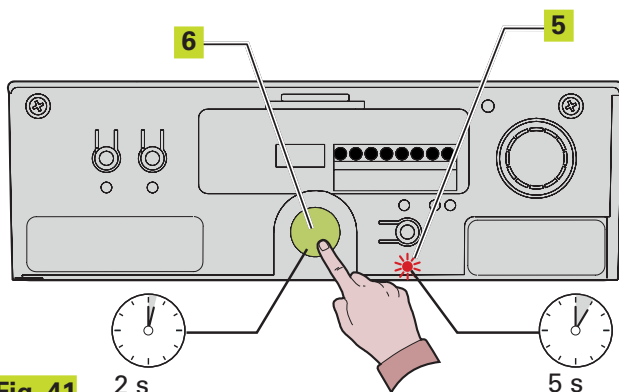

Fig. 41
Si la procédure d'apprentissage s'est terminée positivement, la LED de SET UP (Fig. 41 réf. ⑤) cesse de clignoter et reste allumée pendant 5 secondes.
Durant ces 5 secondes, il est possible, afin d'alléger la charge sur le système de déverrouillage, d'envoyer des impulsions d'OPEN (Fig. 41 réf. ⑥) toutes les 2 secondes pour faire reculer le chariot. Une impulsion correspond à une course de 5 millimètres.